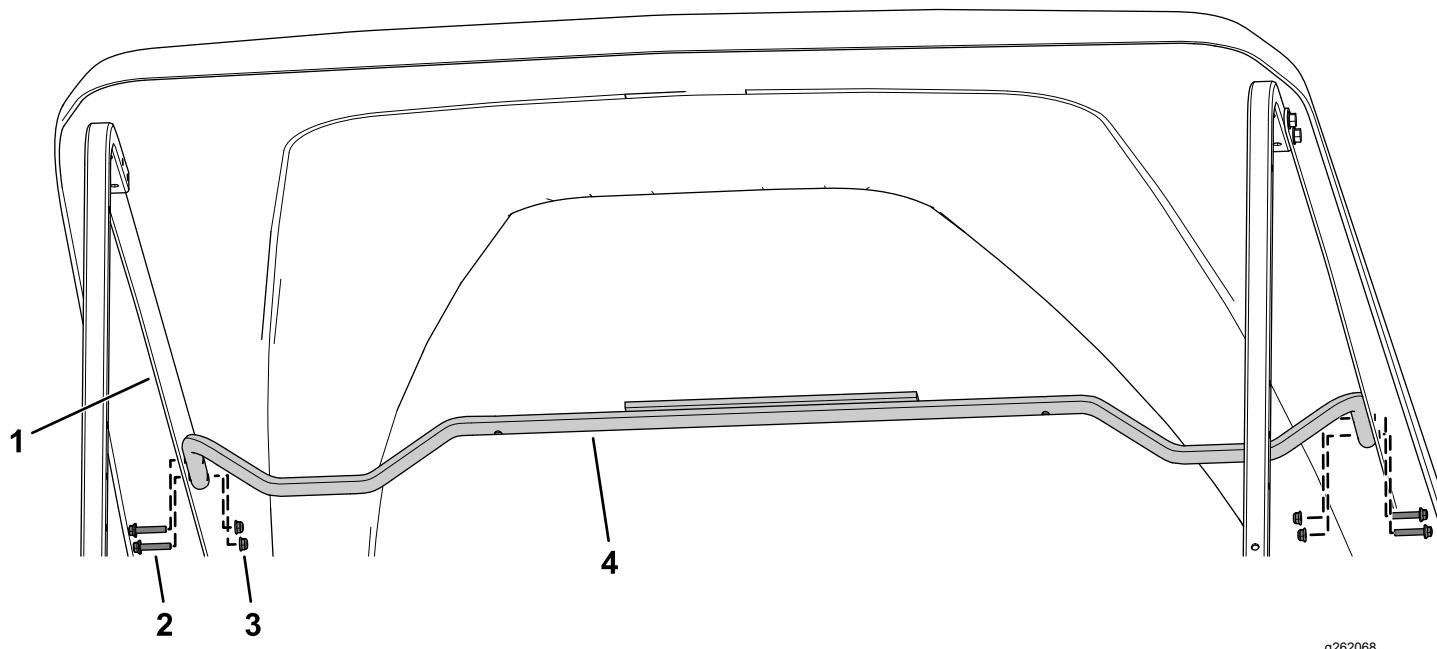

Figure 19
2. Fixez le tube de support d'abri aux supports longs à l'aide de 4 boulons à embase ($\frac{1}{4}$ " x $1\frac{1}{4}$ ") et 4 contre-écrous ($\frac{1}{4}"), comme montré à la Figure 19.$